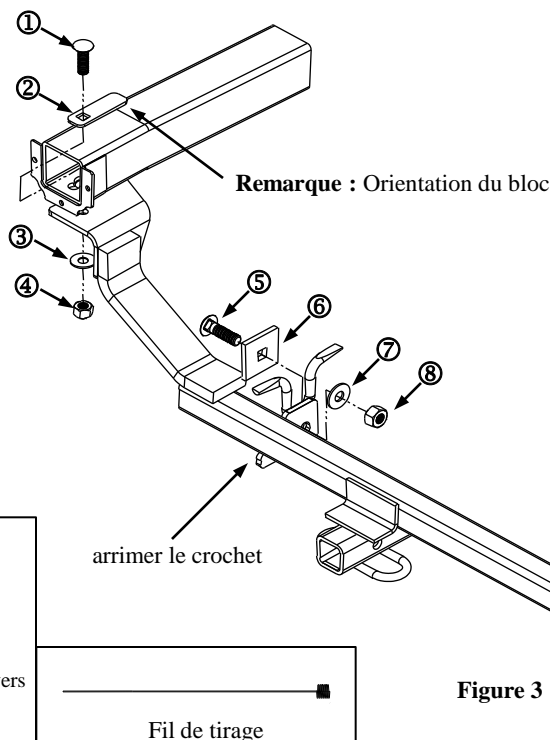

Figure 3
4. Soulever l'attelage en position et enfilez les câbles par les trous des supports d'attelage, retirez les câbles de tirage, puis installer les pièces fixation sans les serrer, comme illustré dans la Figure 3.
5. Installer le boulon de carrosserie de 1/2 po et l'espaceur de 2 x 2 po pour arrimer le crochet comme illustré dans les Figures 3 et 4. Attendre avant de procéder au serrage.